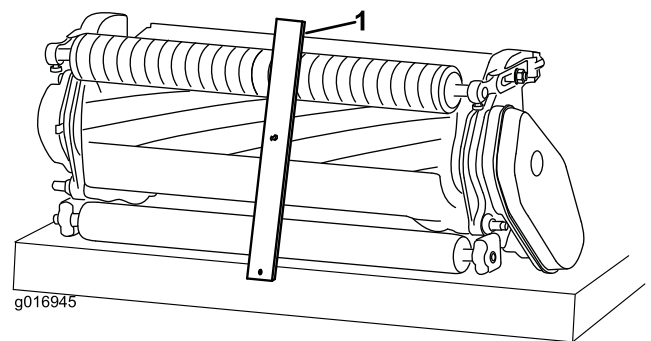

図 11
3. ゲージバーのネジ頭を下刃の先端に引っ掛け、バーの後端を後ローラに当てがう (図 11)。